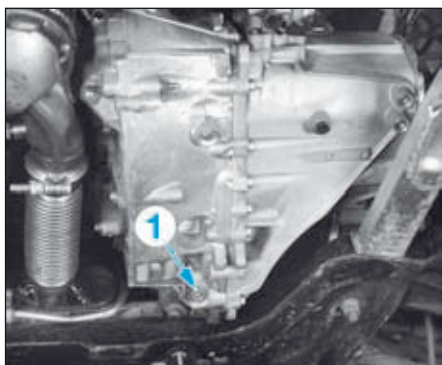

FIG.1
- le bouchon de vidange (1) (Fig.1).